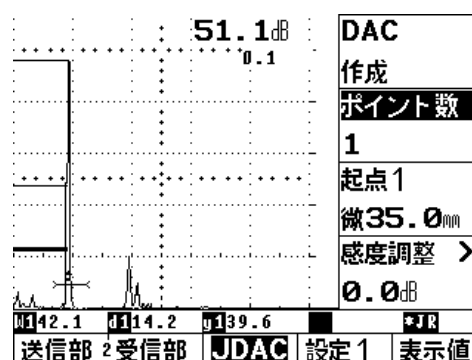
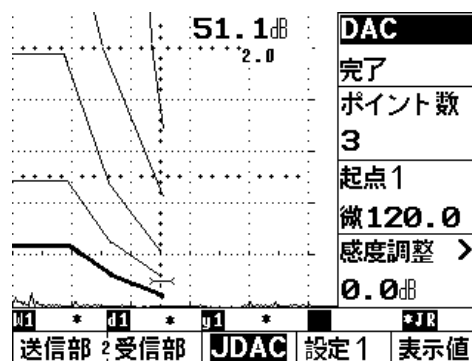

図6 250mmでのDAC作成
図7 250mmでのDACの完成
DAC初期画面では、DACの下は“オフ”になっているので、DAC表示の横の  キーを押し、右ダイヤルを回して、表示を“作成”にする。(図6参照)
- ⑦STB-A2 φ4×4の0.5Sの最大エコーを検出し、エコー高さを 80%~100%に調整する。
- ⑧起点1の右横の  キーを押し、0.5Sのエコーにゲート1を掛け、  キーを押すと0.5Sまでの区分線が描かれる。(図6参照) このときのゲイン値が基準感度である。メモしておくこと。
- ⑨順次1.0S、1.5Sからの最大エコーを検出し、それぞれのエコーにゲート1を掛け、  キーを押すと、順次、区分線が描かれる。
- ⑩1.5Sまで作成したら  キーを押して、DAC表示下の“作成”を右ダイヤルで“完了”に変えるとDACが確定する。(図7参照)